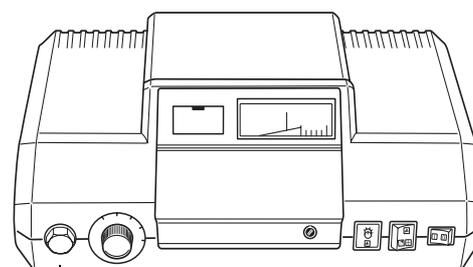

Рис. 3
- Чтобы деблокировать предохранительный ограничитель температуры, надо отвернуть колпачковую гайку на STB и нажать расположенную под ней кнопку подавления помех (рис. 3).